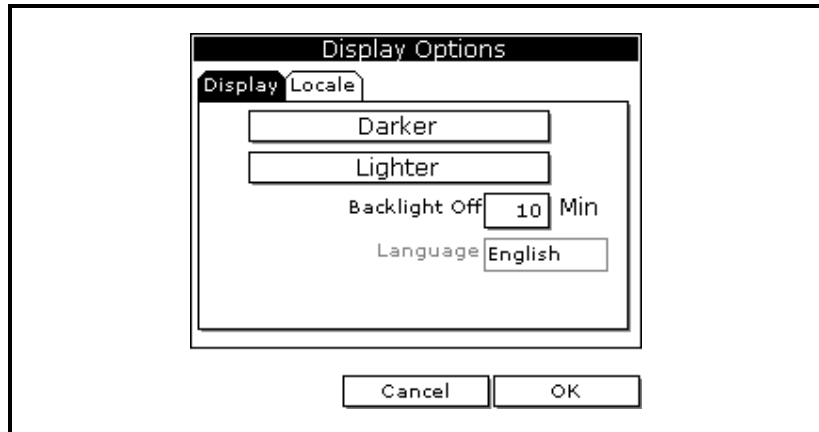

Figura 3-5: Ficha de pantalla en la Display Options Window
3. Use la tecla de flecha para desplazarse a **Contrast** y oprima [ENTER]. Aparece una pantalla similar a la Figura 3-5 a continuación.